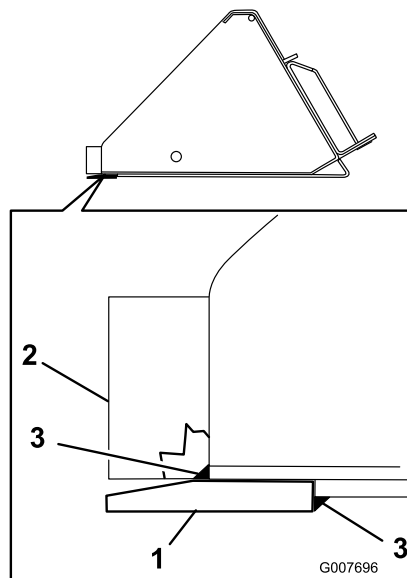

Figure 2
- Pour les modèles 22422 et 22520, fixez la lame de sorte à l'aligner sur les lames latérales, bien en appui contre la plaque au bas du godet (Figure 2).
- Pour les modèles 22422 et 22520, utilisez une soudure d'angle de 0,5 cm (3/8 po) (Figure 2).